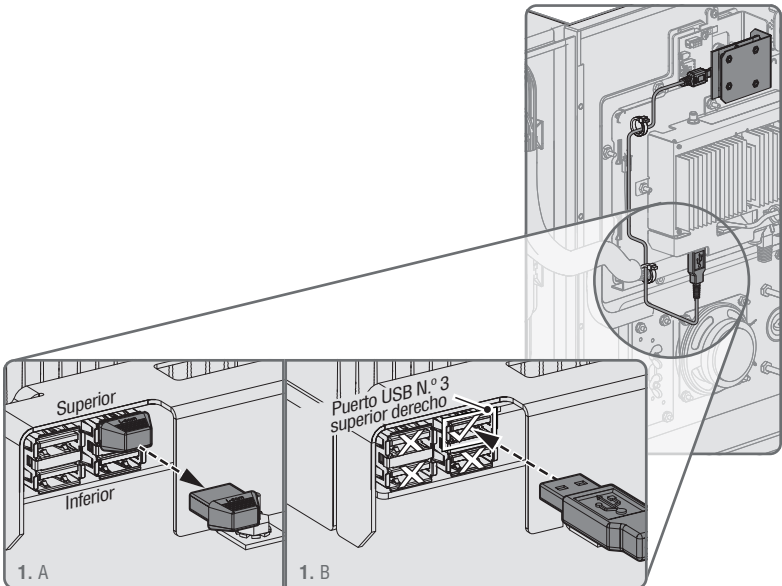

Figura 1. Retirar el enchufe falso y conectar el cable USB al puerto N.º 3 en el lado superior derecho del controlador.
- 5. Use las pinzas para desenchufar el enchufe falso superior derecho de la entrada USB en la tarjeta de control (controlador). (Figura 1.A)
- 6. Para conectar la cámara **SE DEBE UTILIZAR LA ENTRADA USB N.º 3**. El extremo Micro USB del cable USB se conecta a la cámara y el extremo USB estándar se conecta específicamente al puerto USB 3 (el puerto USB superior derecho en el controlador). (Consulte la Figura 1.B)